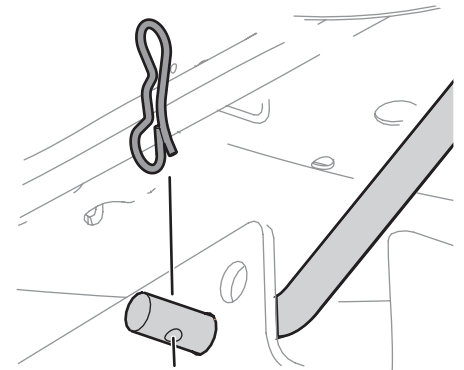

Figura 4-5
14. Tire del pasador de chaveta con unión curva hacia afuera de la varilla de elevación delantera de la plataforma que la sujeta a la plataforma. Vea la Figura 4-5. Saque la varilla de elevación de la plataforma de la ménsula de suspensión frontal.